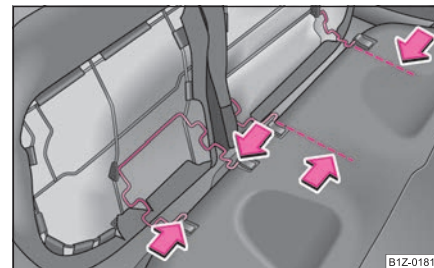

Fig. 68 Demontarea scaunelor din spate
- Apăsați mânerul de sârmă în sensul săgeții ⇒ pagina 73, fig. 68 și scoateți bancheta din suport.